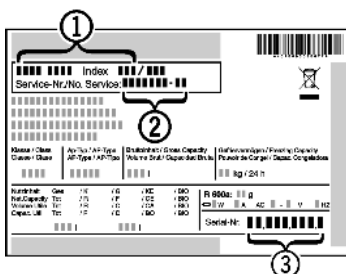

Fig. 10
► Denominación del aparato *Fig. 10 (1)*, nº del servicio técnico *Fig. 10 (2)* y nº de serie *Fig. 10 (3)* en la placa de identificación. La placa de identificación se encuentra en la parte interior izquierda del aparato.
► Informe al servicio postventa e indique el fallo, la denominación del aparato *Fig. 10 (1)*, el nº del servicio técnico *Fig. 10 (2)* y el nº de serie *Fig. 10 (3)*.